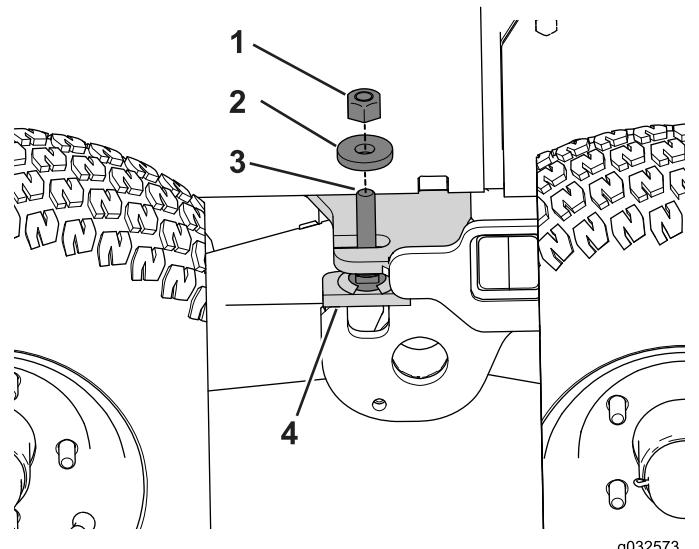

Bild 91
10. Bringen Sie die Sicherungsmutter und Scheibe am Gewindegelenk am Drehgestellanschlag an (Bild 91).